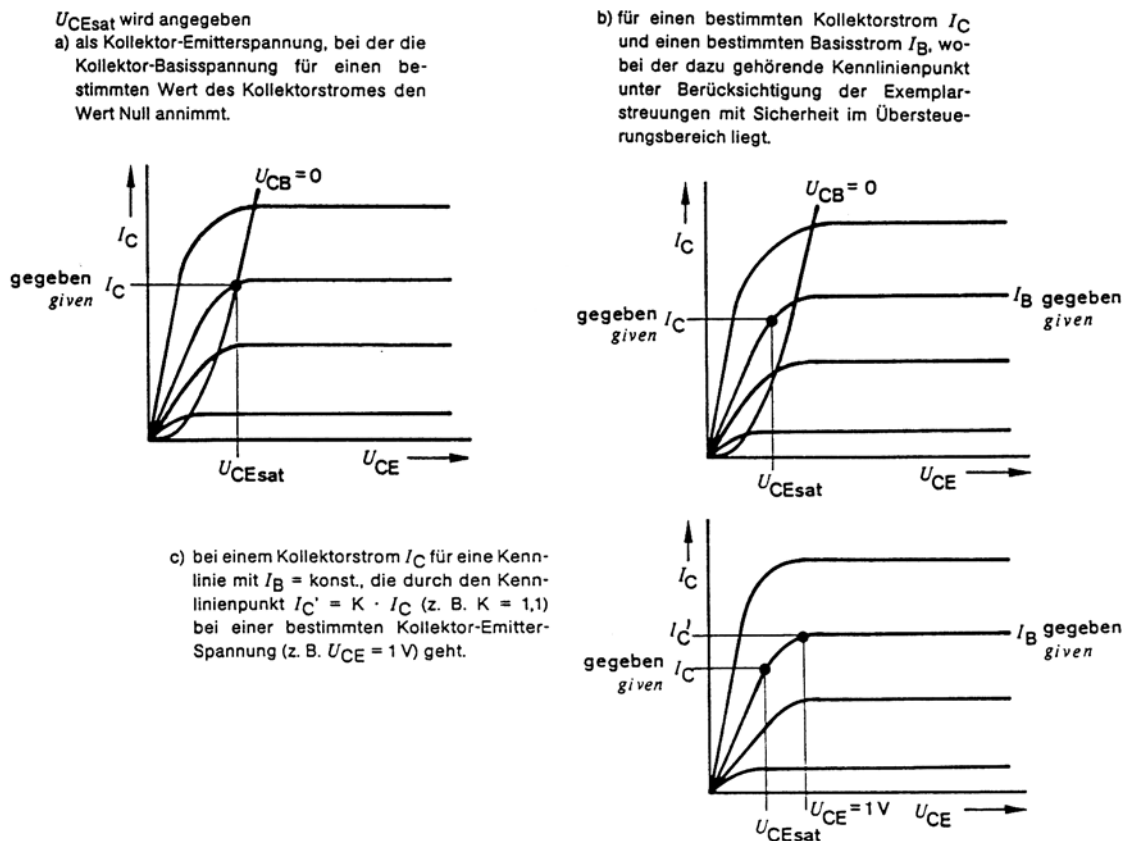

Abb. 2.15 Die Kollektor-Emitter-Sättigungsspannung U_{CEsat} näher betrachtet (AEG-Telefunken).
- Die *Kollektor-Emitter-Sättigungsspannung* U_{CEsat} kennzeichnet den Spannungsabfall zwischen Kollektor und Emitter bei "voll" leitendem Transistor. Die Kollektor-Emitter-Sättigungsspannung eines SI-Transistors kleiner Leistung liegt typischerweise bei etwa 200 mV. Leistungstransistoren haben U_{CEsat} -Werte zwischen 0,5 und 6 V (typisch: 1,5... 3 V). Abbildung 2.15 gibt darüber Auskunft, wie U_{CEsat} im einzelnen definiert sein kann.